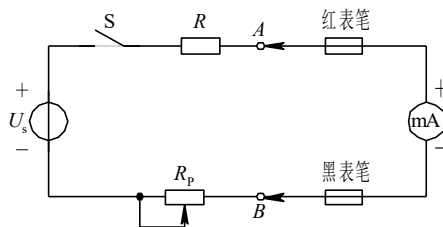

图1 万用表测量直流电流电路图
(1) 按图 1 接线，将万用表转换开关置于直流电流 500 mA 挡，万用表的红表笔接至电路的 A 点，黑表笔接至 B 点，万用表被串联接入电路，直流稳压电源输出电压 $U_s=10\text{ V}$ ， $R=100\ \Omega$ ，可变电阻器 R_p 调至最大电阻值， R_p 最大阻值为 $200\ \Omega$ 。